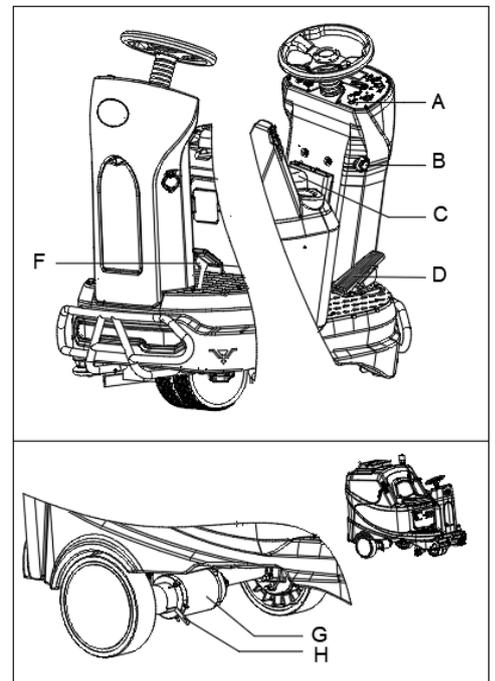

图 12
1. 旋转钥匙开关(A, 图 12)到“I”档, 坐在座椅 (C) 上。
2. 轻踩油门踏板 (D, 图 12), 然后松开, 检查机器是否前进或停止。
3. 出于安全考虑, 需要按急停开关 (B) 确保机器能立即停止。然后旋转拧开急停开关。
4. 迅速脚踩机械刹车踏板 (F) 检查机器是否能立即停止。
驱动马达的刹车, 正常行驶时是开启状态, 马达停止工作, 刹车自动启动。只有在拆开包装或者机器故障等无法正常开启机器的特殊情况需要推行。向上扳动驱动马达 (G, 图 12) 上的刹车手柄 (H, 图 12), 机器电子刹车即释放, 可以将机器推行。推行完成后, 请将手柄向下扳回, 否则机器将无法开动。